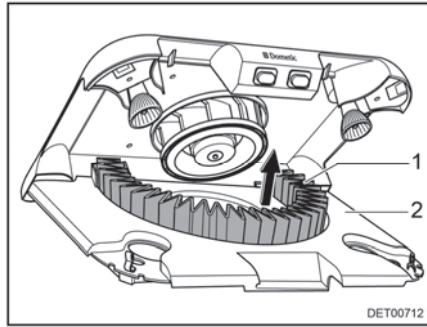

Fig. 165 Sostituire il filtro a carboni attivi
- Estrarre il filtro a carboni attivi (Fig. 165,1) dalla parte superiore del supporto.
- Spingere il supporto filtro (Fig. 165,2) verso l'alto finché non si innesta.